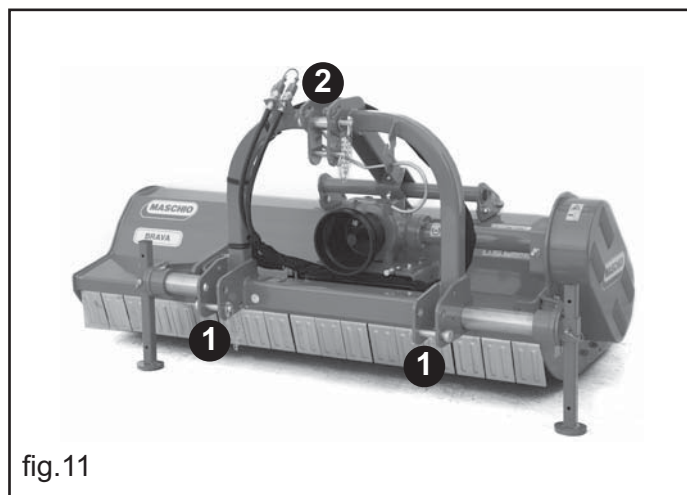
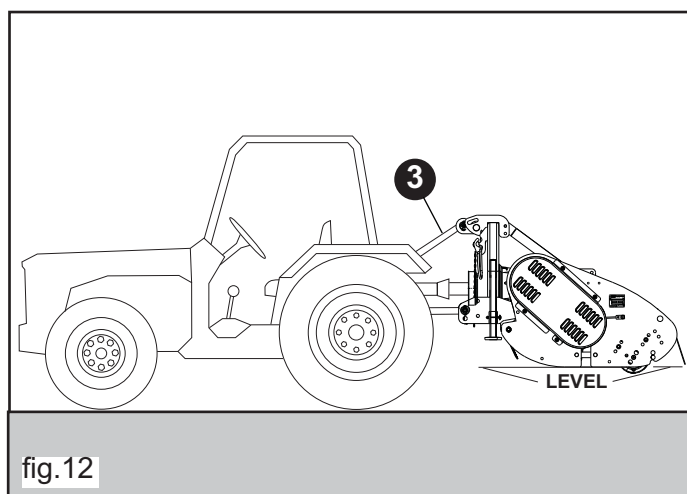

fig.11
fig.12
- 1) Agganciare le barre del sollevatore sui perni predisposti (1, fig.11). Bloccare con le copiglie a scatto.
- 2) Collegare il terzo punto superiore (2, fig.11); la spina va bloccata con l'apposita copiglia; mediante il tirante di regolazione (3, fig.12) fare in modo che la attrezzatura si sia perpendicolare al terreno (fig.12).
I simboli hanno il seguente significato (per riferimento vedi Fig. 12):